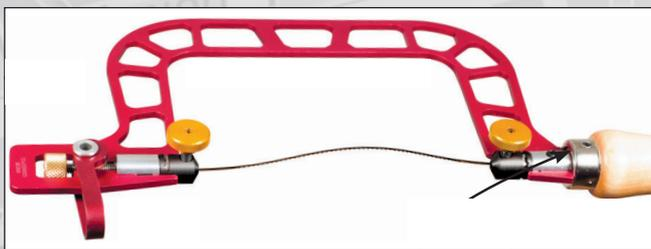

Figure 4 : la lame peut fléchir avant sa mise en tension
3) Insérer alors la lame dans le recouvrir la vis BTRscie, côté poignée) puis bloquer la mollette de serrage. Suivant sa longueur exacte, il est probable que la lame fléchisse (figure 4), ses extrémités venant en butée au fond des trous (rappel : pour les modèles à came, le levier doit être en position détendue).